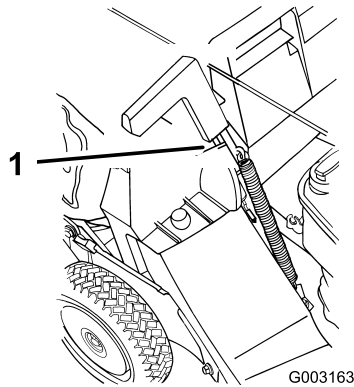

Figura 22
5. Tire hacia adelante del tirador de la puerta de descarga hasta que la clavija salga del cierre, y mueva el tirador hacia atrás hasta que la clavija se bloquee en la muesca de la bolsa (Figura 22).